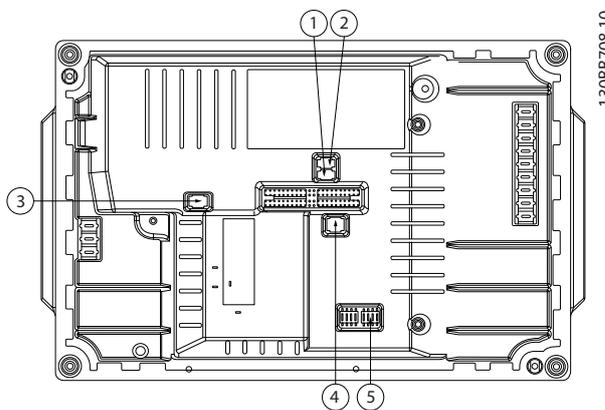

Abbildung 3.2 FCD 302 DIP-Schalter
3. Die Position der DIP-Schalter entnehmen Sie *Abbildung 3.1* und *Abbildung 3.2*.
Der DIP-Schalter im FCD 302 wird unterhalb des Wechselrichterschalters positioniert, siehe *Abbildung 3.2*.